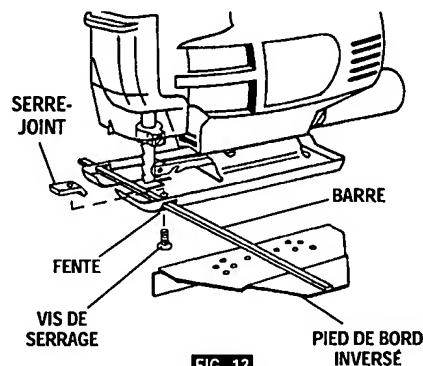

FIG. 13
Cet accessoire est disponible moyennant supplément de prix. Il permet d'exécuter des coupes rectilignes et circulaires précises en rapidité (fig. 13).
1. Insérez la barre du guide de refente dans les fentes prévues à cet effet dans les côtés de la semelle, le guide de bord orienté vers le BAS (fig. 13).